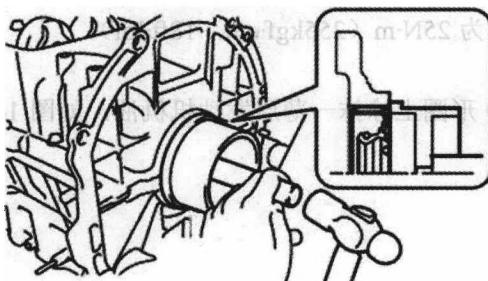
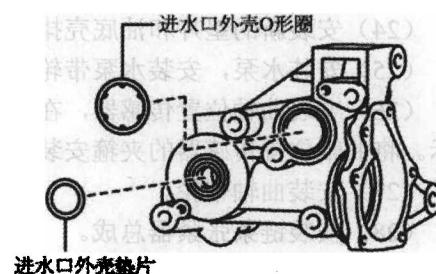

图 1-23 安装机油泵
图 1-24 安装进水口外壳
- (5) 安装平衡轴轴承。
- (6) 安装加强曲轴箱总成。
- (7) 安装机油泵，如图 1-23 所示，用 3 个螺栓安装一个新垫片和机油泵，扭矩为 $19\text{N}\cdot\text{m}$ ($194\text{kgf}\cdot\text{cm}$, $14\text{ft}\cdot\text{lbf}$)。
- (8) 安装发动机后部油封，用工具和锤子均匀敲打油封，直至其表面与后油封挡圈边缘齐平。注意保持唇部没有杂质，在新油封唇部涂加润滑脂。
- (9) 安装锥度螺旋塞，扭矩为 $26\text{N}\cdot\text{m}$ ($265\text{kgf}\cdot\text{cm}$, $19\text{ft}\cdot\text{lbf}$)。
- (10) 安装机油控制阀滤清器，检查滤清器的筛网部分是否有杂质。用 8mm 套筒六角扳手安装一个新垫片和带螺旋塞的机油控制阀滤清器，扭矩为 $30\text{N}\cdot\text{m}$ ($306\text{kgf}\cdot\text{cm}$, $22\text{ft}\cdot\text{lbf}$)。
- (11) 安装进水口外壳，将一个新的进水口外壳 O 形圈和新的进水口外壳垫片安装到进水口外壳上，如图 1-24 所示。